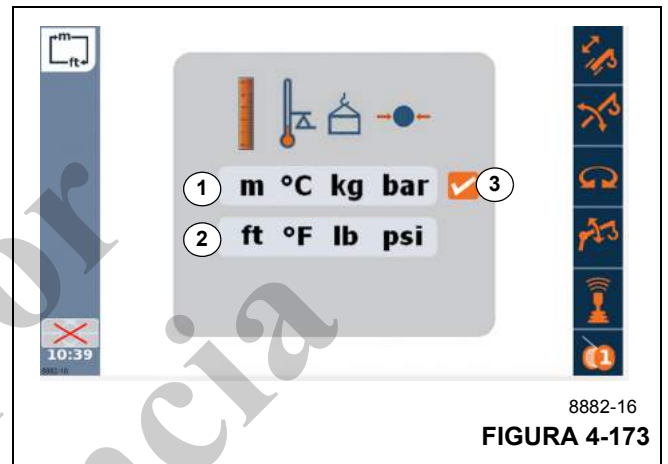

FIGURA 4-173
- Seleccione y confirme el símbolo (Figura 4-173):